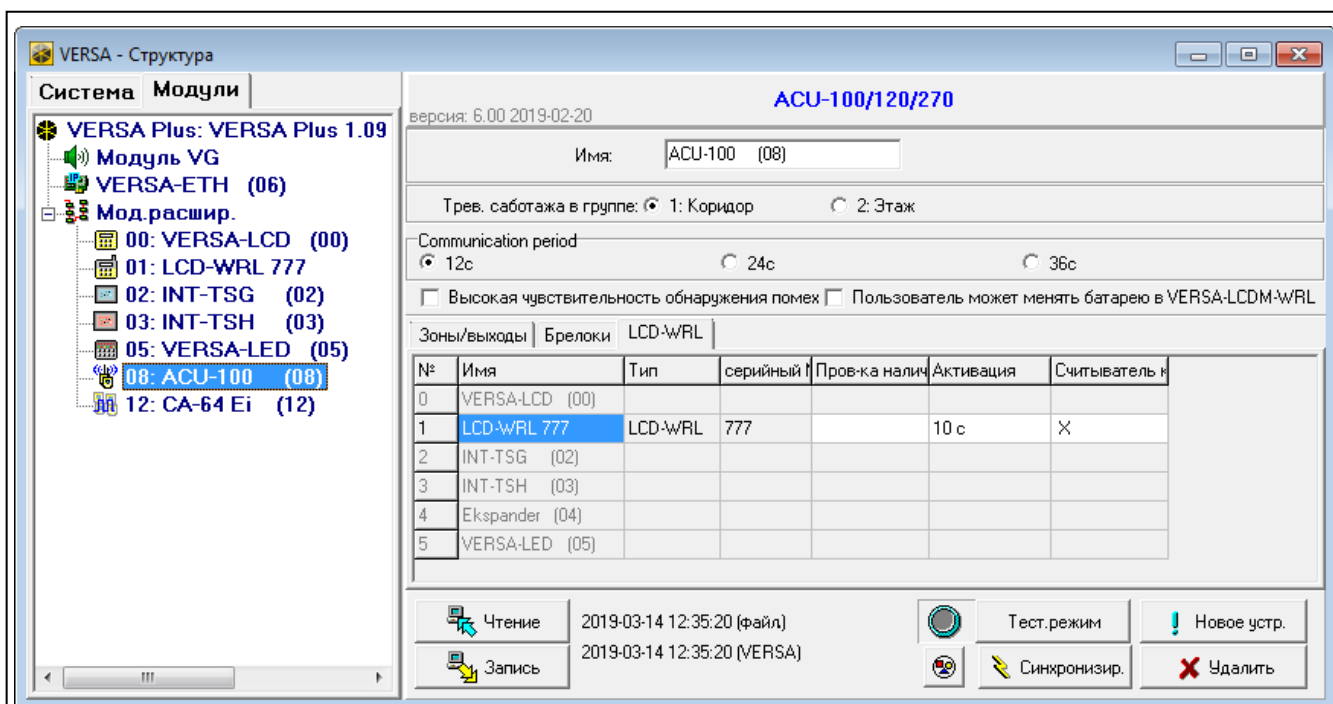

Рис. 3. Программа DLOADX: настройки клавиатуры, которые хранятся в контроллере системы ABAX 2 / ABAX.
Беспроводные клавиатуры можно добавлять в окне "Versa – Структура", в закладке "Модули", после того, как кликнуть по названию контроллера системы АВАХ 2 / АВАХ, а затем по закладке "LCD-WRL" (см.: рис. 3 с. 7).
Беспроводные клавиатуры можно добавлять в окне "Versa – Структура", в закладке "Модули", после того, как кликнуть по названию контроллера системы ABAX 2 / ABAX, а затем по закладке "LCD-WRL" (см.: рис. 3 с. 7).
- программы DloadX: →окно "Versa – Структура" →закладка "Модули" →ветка "Модули расширения" →[название контроллера системы ABAX] →закладка "LCD-WRL" (см.: рис. 3),